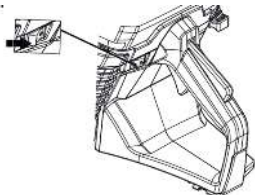

Рис. 26
1. Переведите выключатель зажигания в положение «-» (рис. 26);